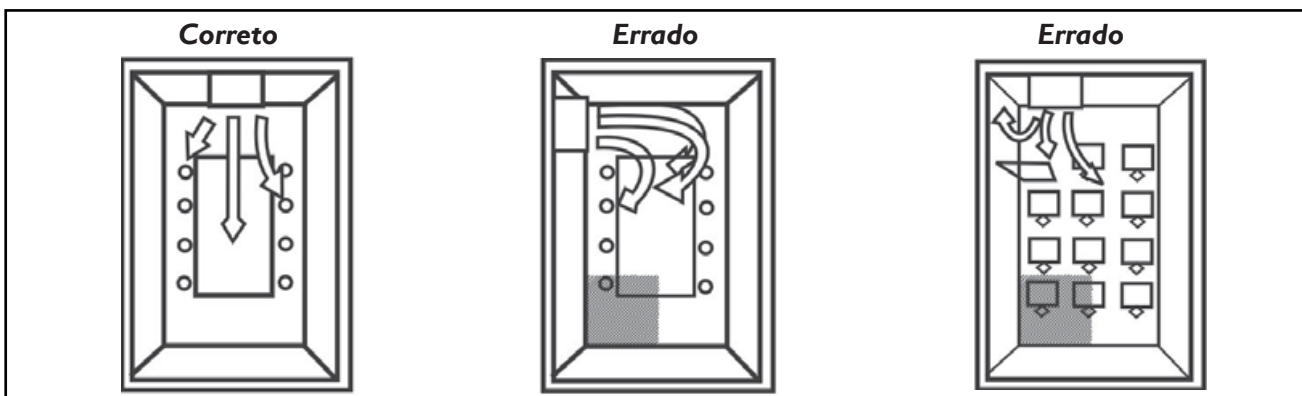

FIGURA 13 - POSICIONAMENTO DA UNIDADE EVAPORADORA NO AMBIENTE
- Instalar a evaporadora onde ela fique livre de qualquer tipo de obstrução da circulação de ar tanto na descarga como no retorno de ar. A posição da evaporadora deve ser tal que permita a circulação uniforme do ar em todo o ambiente, veja exemplo na figura 13.